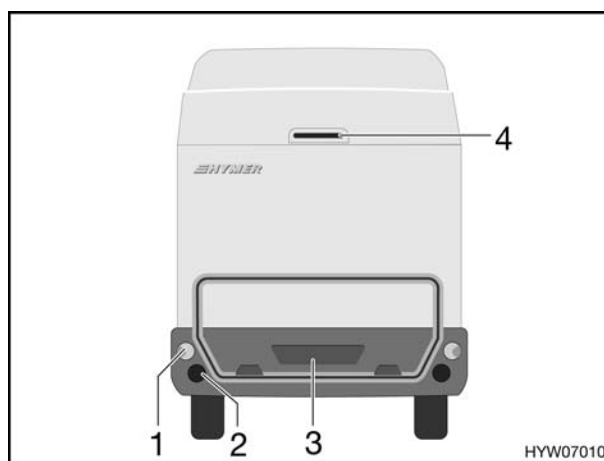

Fig. 87 Luci posteriori
- Svitare le viti degli involucri (Fig. 87,1 a 3).
La terza luce del freno (Fig. 87,4) va sostituita assieme al suo involucro.